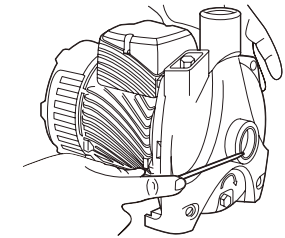

Figura 5.
5. Retirar los tapones protectores de la Bomba Rotoplas antes de conectar (ver Figura 5).